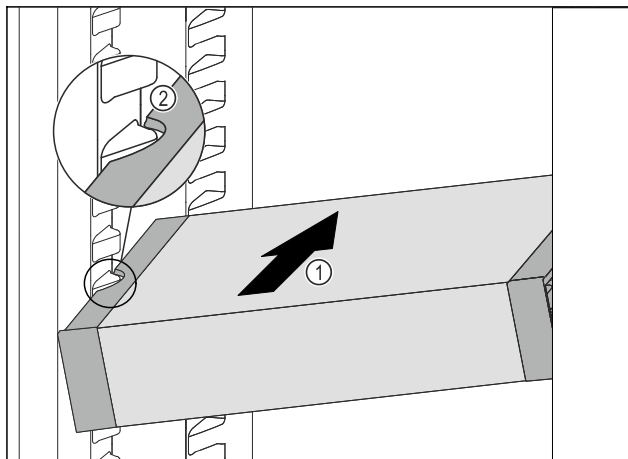

Fig. 88
- ▶ Insérer le VarioSafe en biais dans la partie réfrigérateur Fig. 88 (1) jusqu'à ce que les encoches latérales Fig. 88 (2) du VarioSafe se trouvent à la hauteur de la nervure du bac dans la partie réfrigérateur.